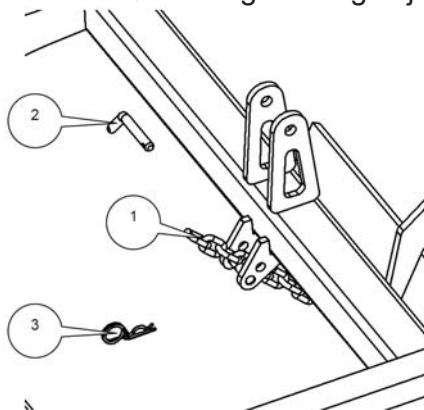

Fig. 20 Justering af bagerste slæbeplanke
Slæbeplanken er fastgjort vha. en kæde (1) (Fig. 20).